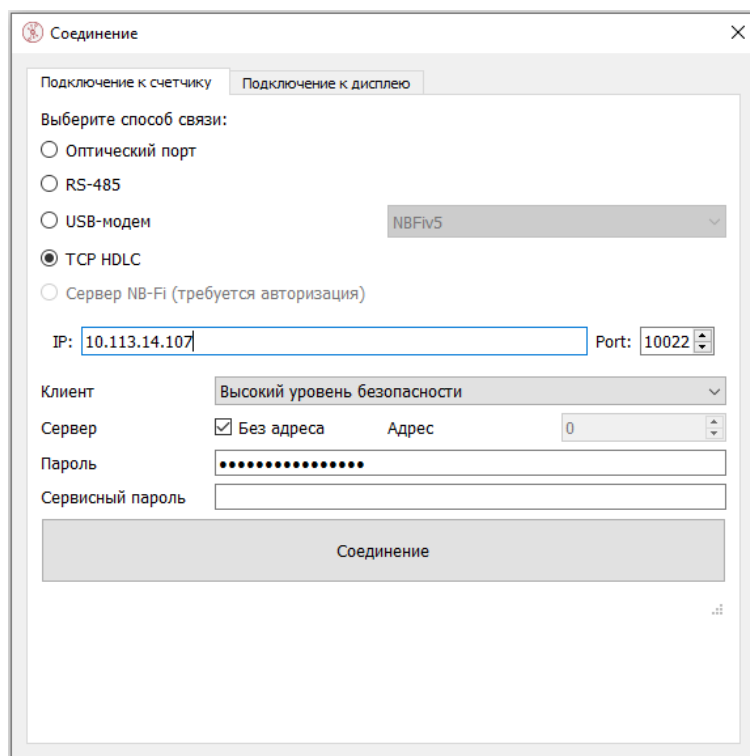

Рис. 4.4
1. Выбрать способ связи «TCP HDLC» (см. Рис. 4.4).